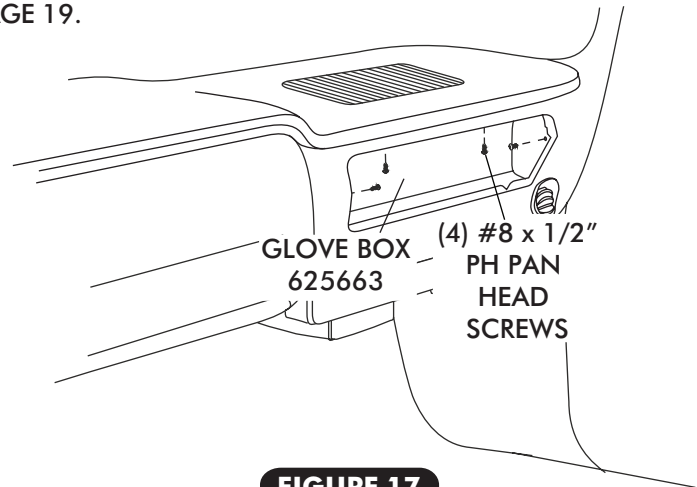

FIGURE 17
- ☐ INSTALL NEW GLOVE BOX USING (4) #8 x 1/2" PH PAN HEAD SCREWS, SEE FIGURE 17.